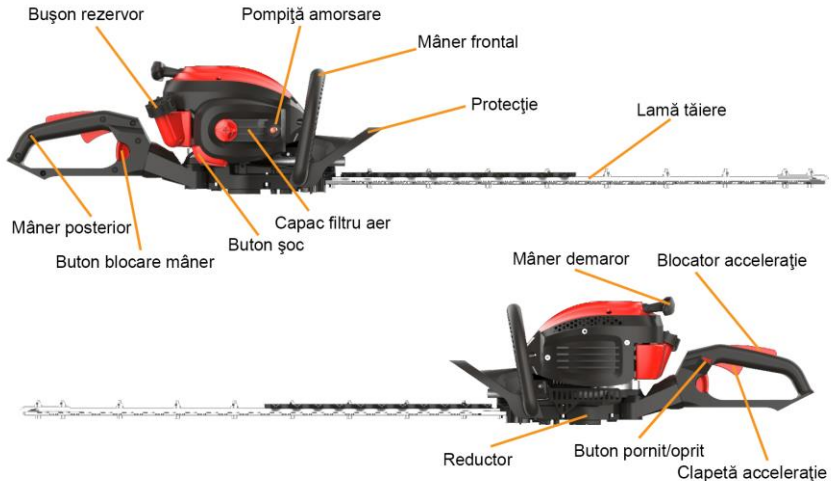

Fig. 1
- (2) Регулирайте позицията на задната дръжка в случай на нужда, натискайки бутона за блокиране на лоста (Fig.1и завъртете лоста в хоризонтален план докато достигнете една позиция удобна за манипуиране на съоръжението.
- (3) Молим ви да заклините острието на ножа под ъгъл от 5-10 градуса, когато режете мокри клонове, после направете рязане под формата на полусводеста форма/semi-arc/; така може да извършите защитно рязане, което да бъде много по-красиво и оформено.